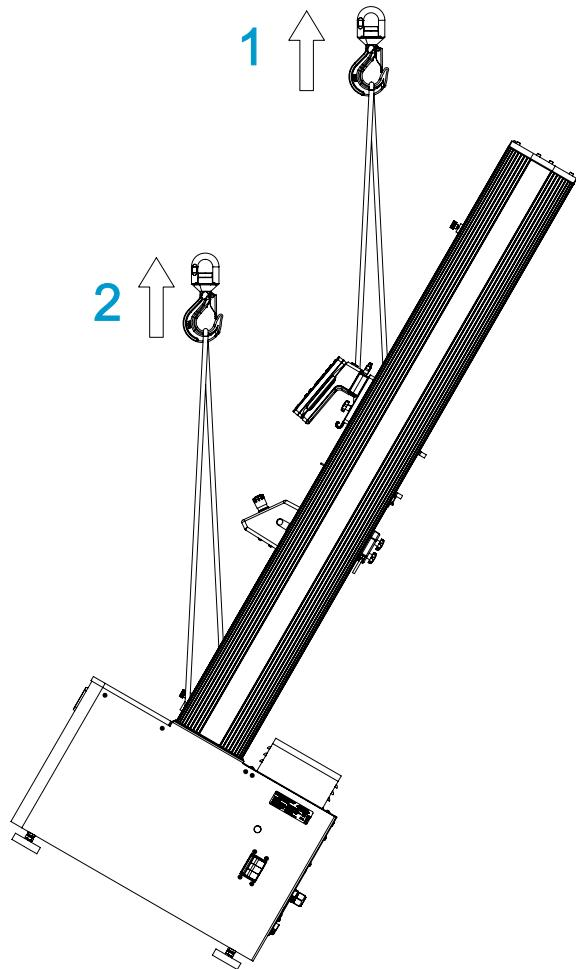

Figure 18. Redressement du bâti de charge à l'aide d'une grue
Voir Figure 18 à la page 70.
2. Attachez les deux élingues à la traverse et fixez-les au crochet de la grue comme indiqué dans Figure 18 à la page 70. Si vous utilisez des chaînes au lieu d'élingues, entourez-les d'un matériau protecteur pour éviter de rayer ou d'endommager la surface de la traverse. Les chaînes peuvent également endommager d'autres parties du bâti, la plaque supérieure par exemple ; veillez à enruler un matériau de protection autour de tous les composants vulnérables.
3. Installez deux boulons de levage M16 dans la base du bâti et fixez deux élingues supplémentaires aux boulons, comme indiqué sur Figure 18 à la page 70.
Légende pour Figure 18